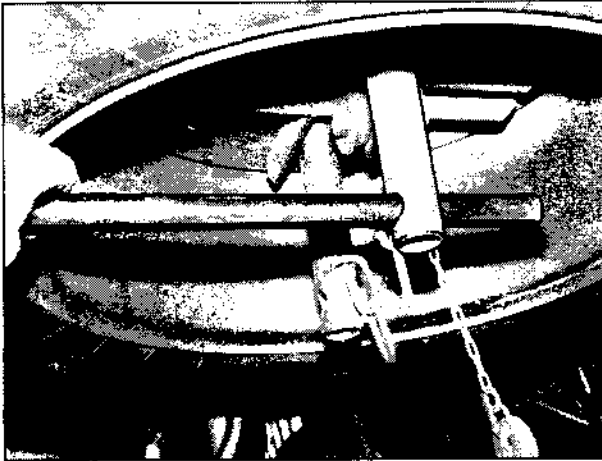

Bild 136
3. Schraubhülsen mit dem Drehstift lösen (Bild 136).